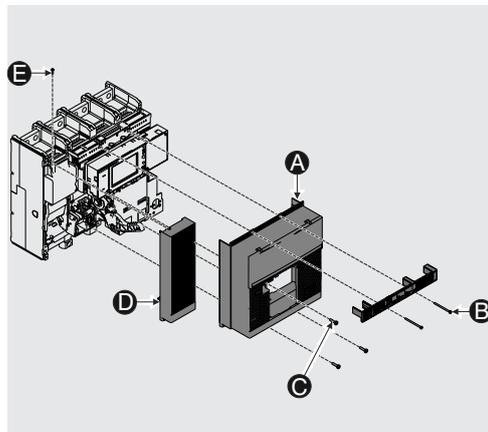

Abbildung 144 - Fester vierpoliger Leistungsschalter
1. Die Bedienungsblende (A) nach dem Entfernen der Befestigungsschrauben (B und C) abnehmen.
2. Bei vierpoligem Leistungsschalters (Abbildung 144 - Fester vierpoliger Leistungsschalter), die seitlichen Schutzplatten (D) nach dem Entfernen der Befestigungsschrauben (E) abnehmen.